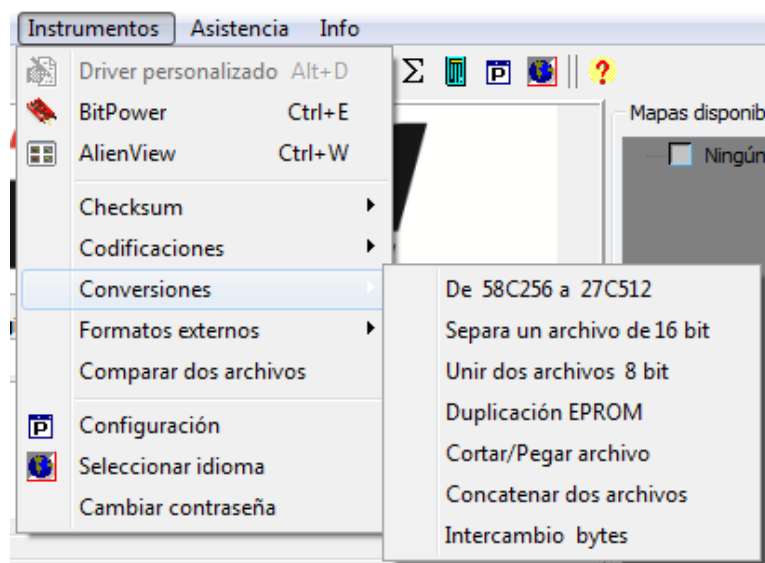

Figura 36: lista *Conversiones* disponibles.
1. Desde la ventana principal del programa, seleccione el menú *Instrumentos* y sucesivamente *Conversiones* (Figura 36).